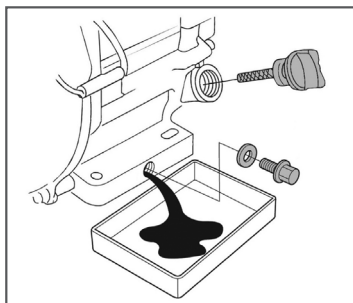

Рис. 15 Замена моторного масла
6. Открутите крышку-щуп из маслозаливной горловины, протрите её насухо и отложите в сторону (Рис. 15).
7. Открутите пробку для слива масла и слейте отработанное масло в подготовленную для этого емкость (Рис. 15).